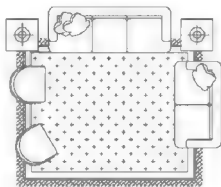

图 6-33
**步骤 5:** 使用修剪命令  $\text{TRIM}$  和删除工具  $\text{ERASE}$ ，将遮住沙发部位修剪掉并删除不需要的部分，最终效果如图 6-33 所示。